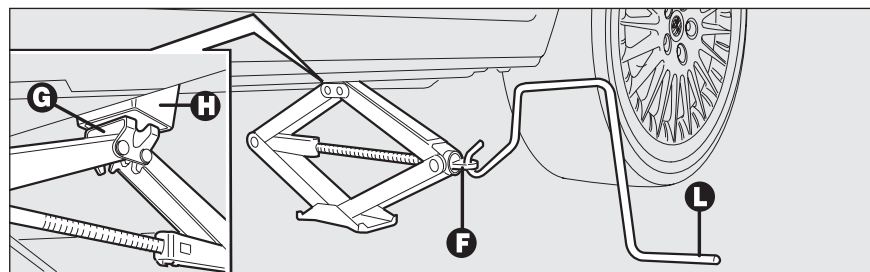

fig. 7
- ☐ insérer la manivelle **L-fig. 7** pour permettre l'actionnement du cric et soulever la voiture, jusqu'à ce que la roue se lève du sol de quelques centimètres;